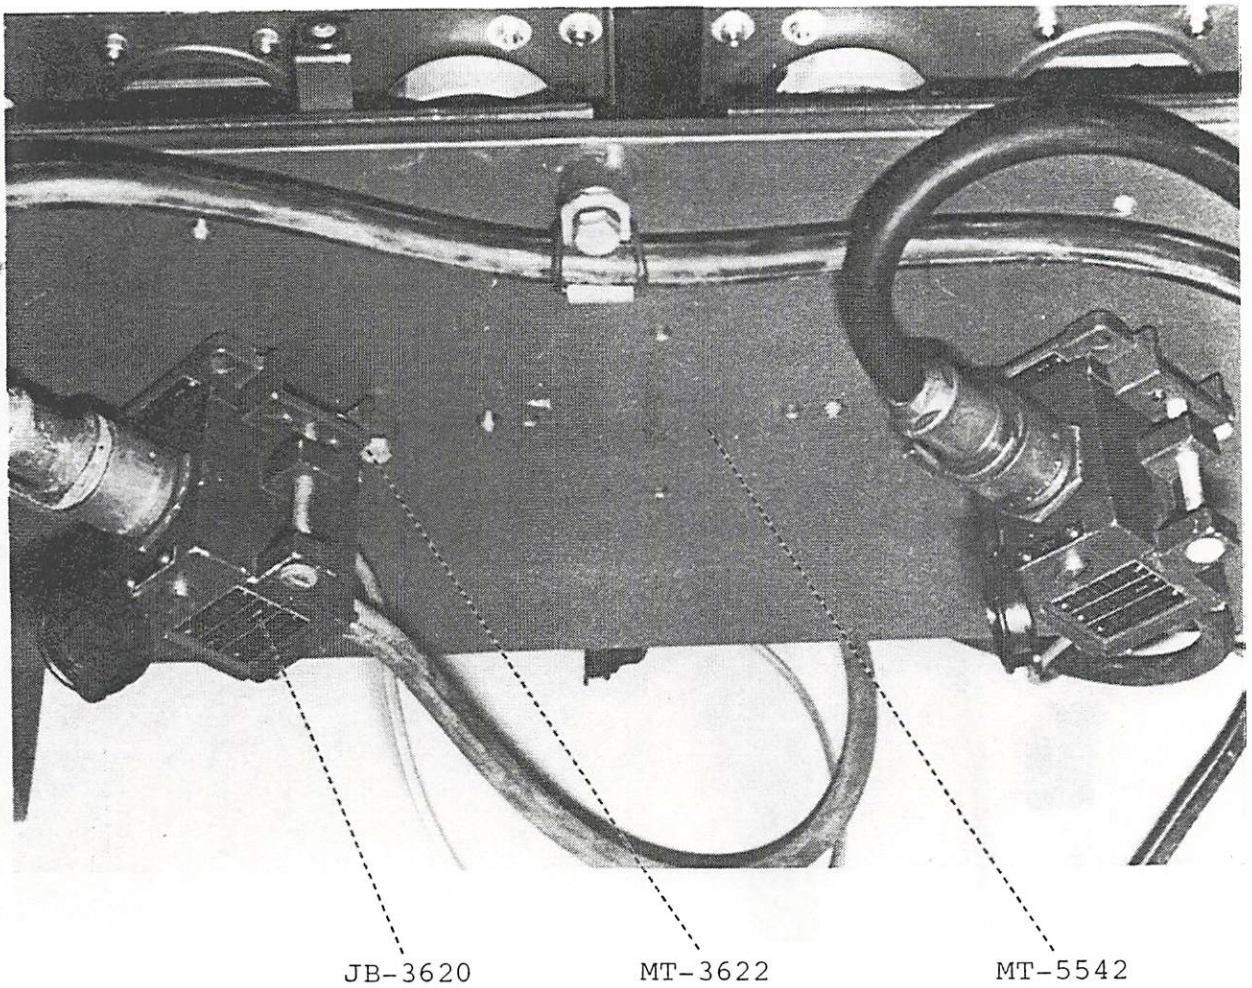

FIG.2.7. Onderaanzicht MT-5542.
- D. Plaats met behulp van 2 of 4 bouten M6x16 en de bijbehorende sluitringen de montageplaat (platen) MT-3622 in de posities aan de onderzijde van het radiorek MT-5542. Voor een juiste positionering zie fig. 2.7. Plaats de JB-3620 op de MT-3622.